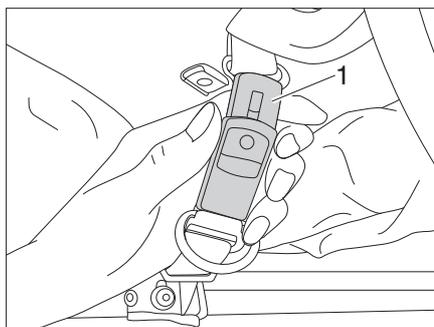

Bild 32 Sicherungsgurt öffnen
- Sicherungsgurte (Bild 32,1) öffnen.
- Sicherungsgurte (Bild 32,1) schließen.